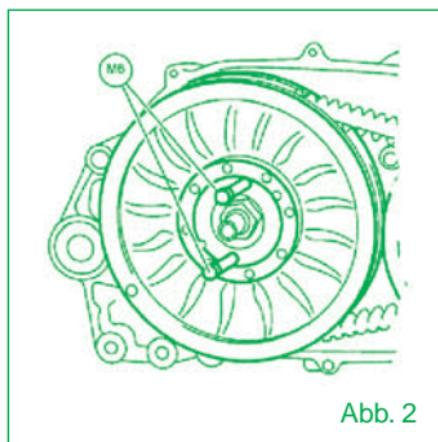

Abb. 2
- 5) Zwei als 50 mm längere Gewindeschrauben M6 in den Bohrungen der sekundären Riemscheibe anziehen, um die zwei Riemscheiben auseinander zu bringen und dabei den Riemen zu lockern (Abb. 2).